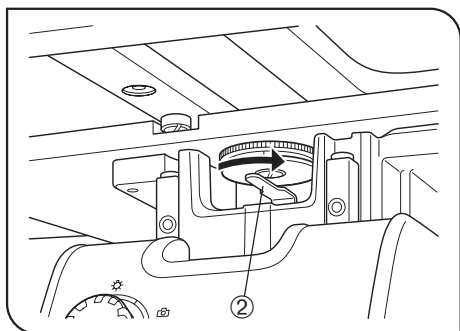

Abb. 26
(Abb. 26)
Derartige Phänomene lassen sich vermeiden, indem der Aperturblendenhebel ② (oder der Aperturblendenring) in Pfeilrichtung gedreht und auf diese Weise die kleinste Blendenöffnung eingestellt wird. Wird bei montiertem Durchlichtmodul TILLB kein Durchlicht verwendet, die Aperturblende auf kleinste Blendenöffnung einstellen. Bei Modell MX-TILLA kann dieser Effekt durch Einschieben des Anti-Reflexions-Verschlusses erzielt werden. (Abb. 26)